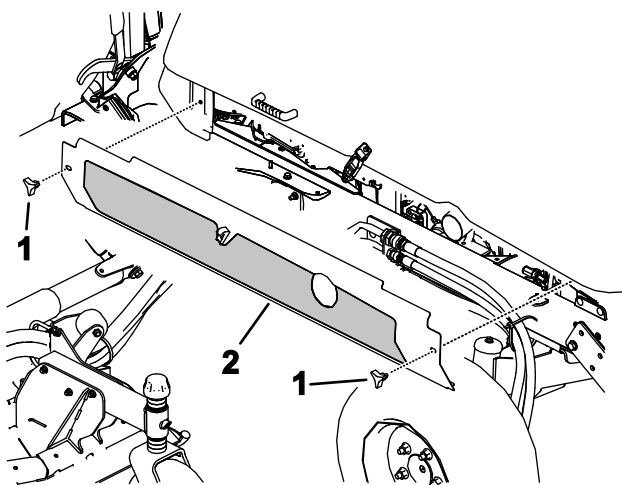

**Figure 110**
2. Retirez les 3 vis à embase de chaque côté du pare-chocs arrière, comme montré à la Figure 110.
embase qui fixent le pare-chocs arrière au cadre (Figure 110).